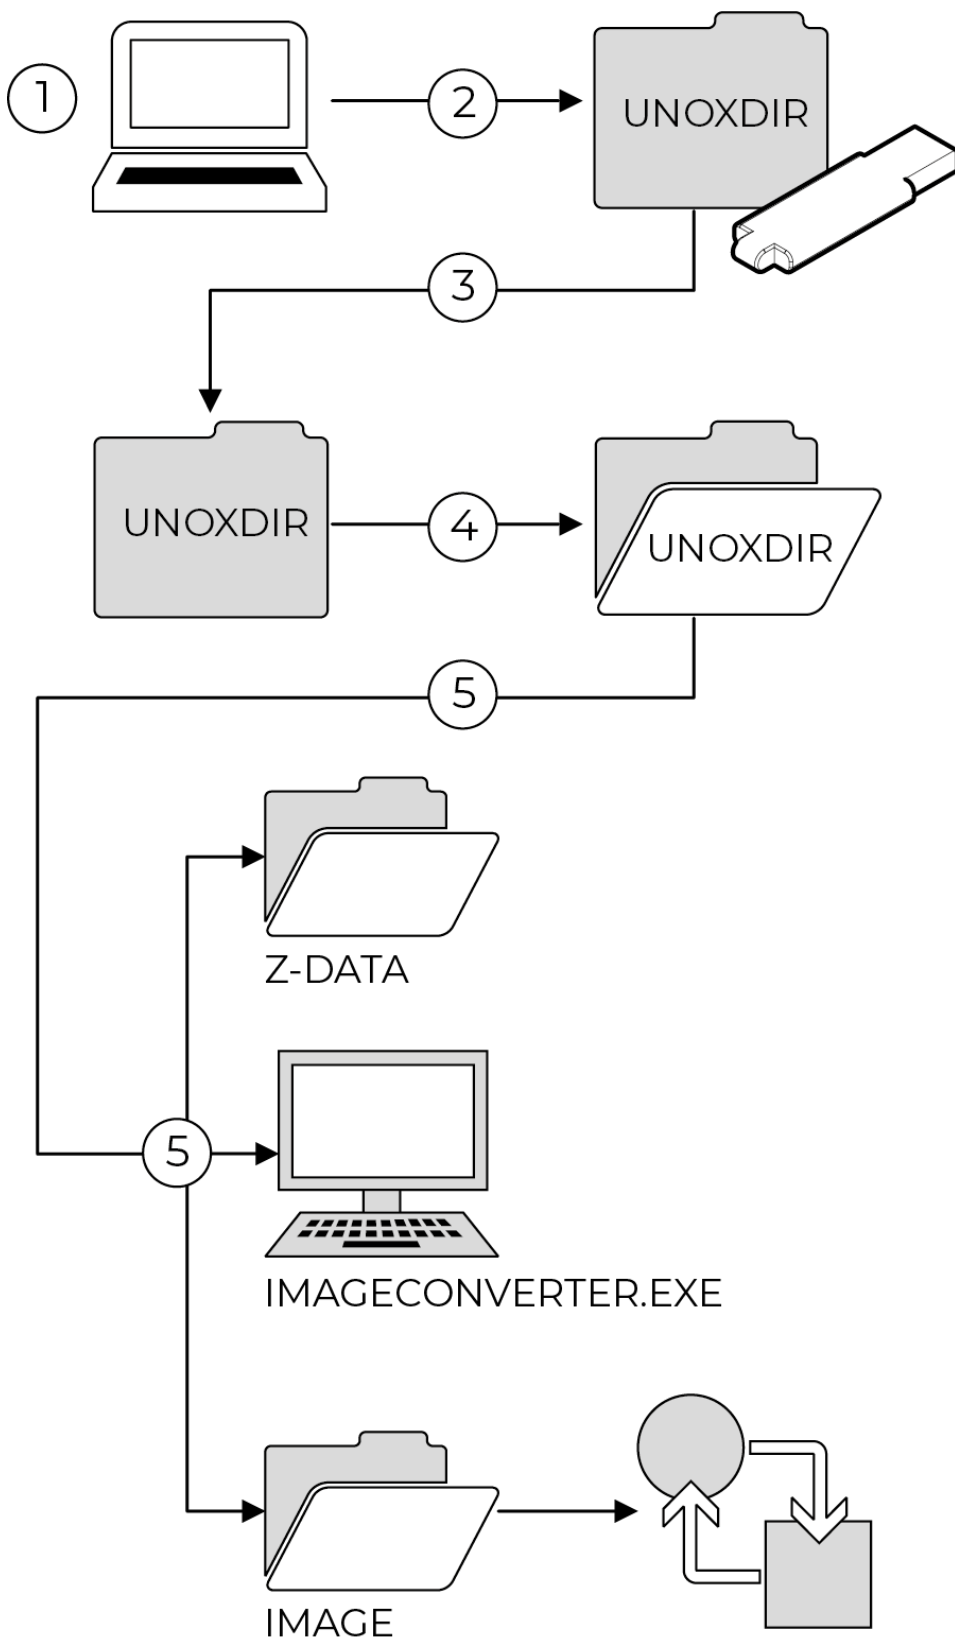

Bild 2
- **Bilder importieren:** Importieren Sie Bilder vom USB-Stick in den Ofen, z. B. ein Bild von einem Ihrer erfolgreichen Gerichte. Bilder zur Verwendung konvertieren (Bild 2)